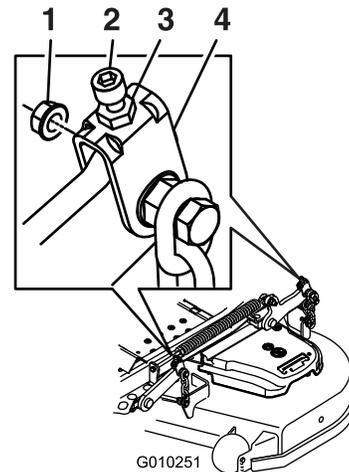

Figura 89
10. Si es necesario, afloje la tuerca "whizlock" del lateral de la horquilla y la contratuerca de la parte superior. Gire el tornillo de ajuste hasta obtener una altura de 7.6 mm (3") (ver Figura 89).
16. Gire el tornillo de ajuste hasta obtener una altura de 8.3 cm (3 1/4") (Figura 89).